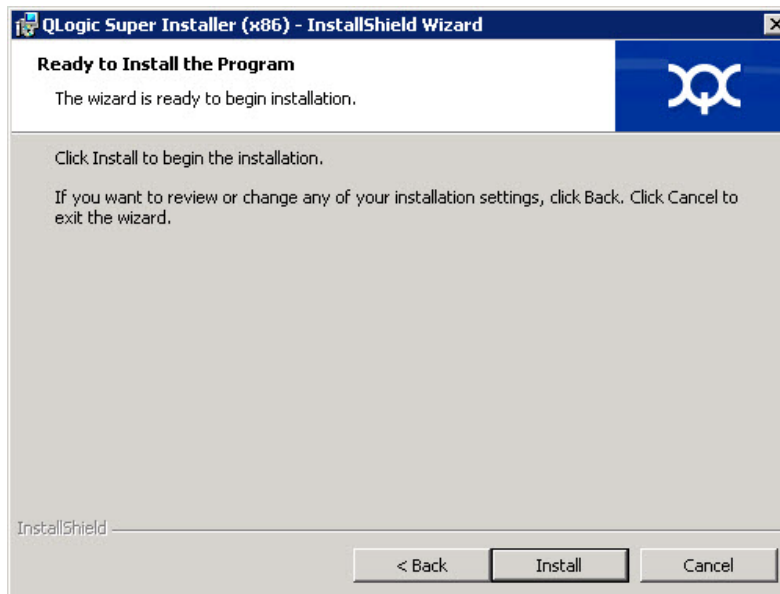

Ilustración 3-6. Asistente InstallShield: Ventana Ready to Install the Program (Listo para instalar el programa)
7. En la ventana Ready To Install (Listo para instalar) del asistente InstallShield (Ilustración 3-6), haga clic en **Install** (Instalar). El Asistente InstallShield instala los controladores del adaptador de QLogic y el instalador de software de administración.